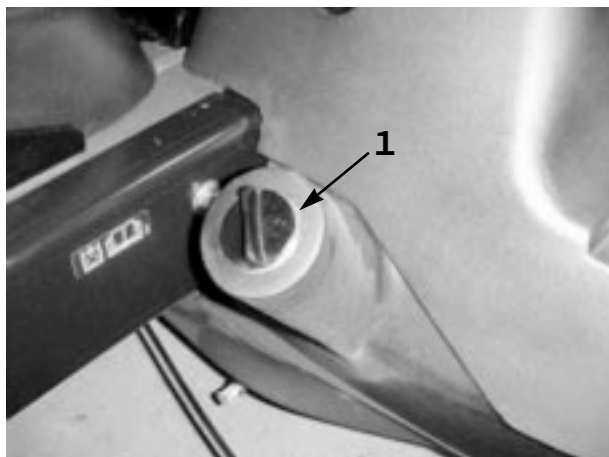

図 8
2. 油圧オイルタンクの注油口周辺をきれいに拭き、キャップ（図8）を外す。